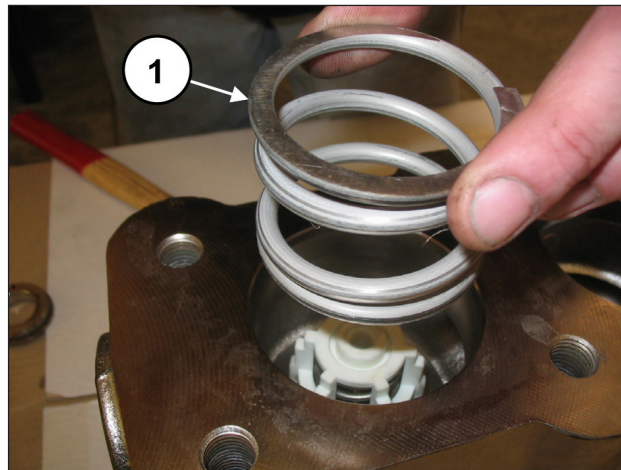

Abb. 81
Entfernen Sie die Feder (Pos. ①, Abb. 81).